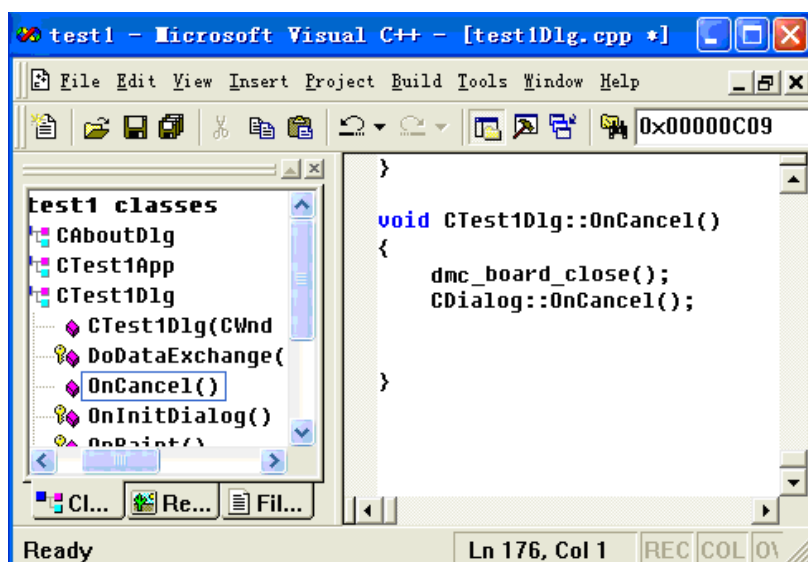

图 6.10 程序增加 OnCancel 函数
12) 如图 6.10 所示，在 Ctest1Dlg 中添加一个成员函数 OnCancel, 在 OnCancel 函数中添加代码如下：